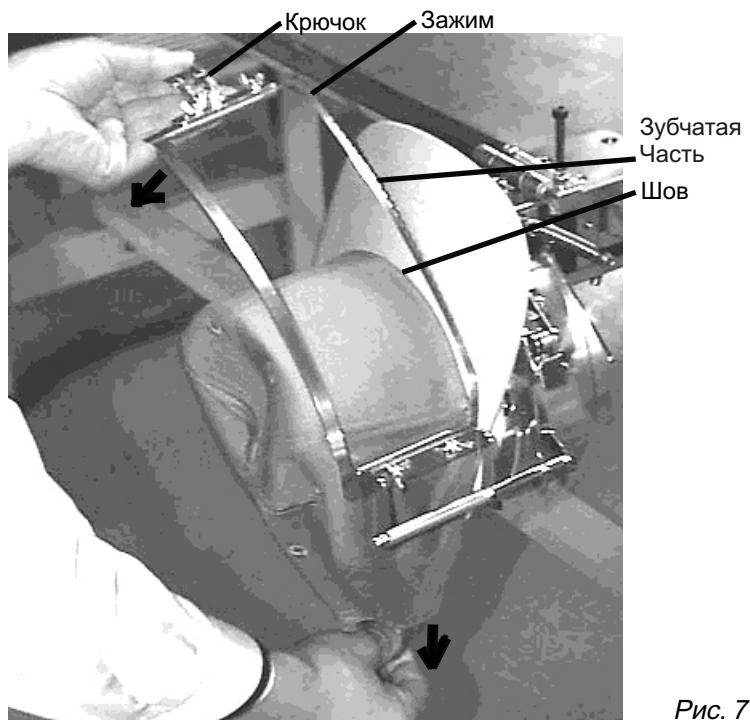

Рис. 7
5. Как показано на рис.7, потяните заднюю часть шляпы и наденьте ее на крючок и расправьте все складки.